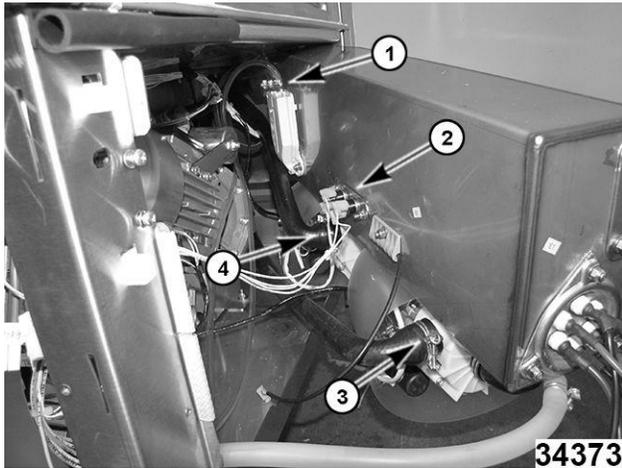

Fig. 93
- A. Marque los cables y desconecte los límites altos. (2, Fig. 93)
- B. Bomba de enjuague de nivel superior. (3, Fig. 93)
- C. Bomba de enjuague de nivel inferior. (4, Fig. 93)